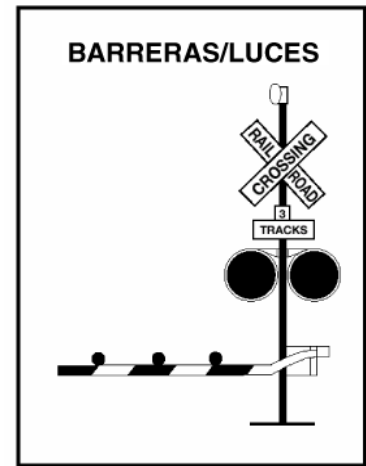

Figura 10.8
**Luces intermitentes rojas de señalización.** En muchos cruces, la señal de cruce de vías de ferrocarril cuenta con luces intermitentes rojas y campanas. Cuando las luces intermitentes se encienden, usted debe detenerse de inmediato, ya que significa que está por pasar el tren y debe darle paso. Si hay más de un par de vías, asegúrese de que el tren no se aproxime por ninguna de ellas antes de cruzar. Ver la figura 10.8.
**Barreras.** Muchos cruces de vías de ferrocarril activos tienen barreras con luces intermitentes rojas y campanas. Deténgase cuando se enciendan las luces intermitentes y antes de que baje la barrera. No inicie la marcha hasta tanto haya subido la barrera y las luces intermitentes se hayan apagado. Cruce sólo cuando sea seguro hacerlo. Si la barrera permanece baja luego de que haya pasado el tren, no la esquivé. Llame a la central. Ver la figura 10.8.